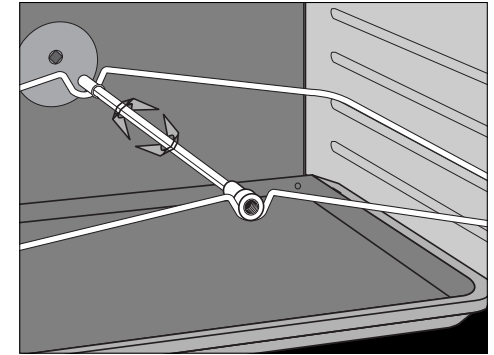

fig. 19: Draaispit
- Steek het spit in de opening van de grillmotor (zie fig. 19) en laat het draaispit op de grillsteun zakken.